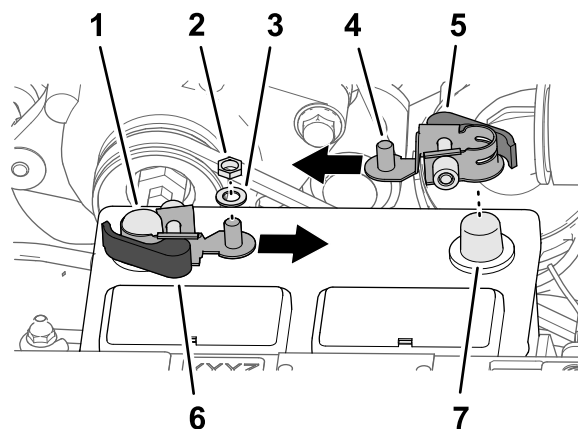

Рисунок 206
1. Удалите шестигранные гайки с шайбами с быстроразъемных зажимов с черной и красной ручками (Рисунок 206).
3. Установите быстроразъемный зажим на отрицательный штырь аккумуляторной батареи так, чтобы резьбовой штырь зажима был направлен в центр аккумуляторной батареи, как показано на Рисунок 206.